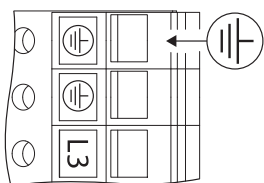

Fig. 27: Ekstra jordforbindelse
- På grund af den forøgede afledningsstrøm ved motorer fra 11 kW skal der iht. EN 50178 tilsluttes en forstærket jordforbindelse (se fig. 27).